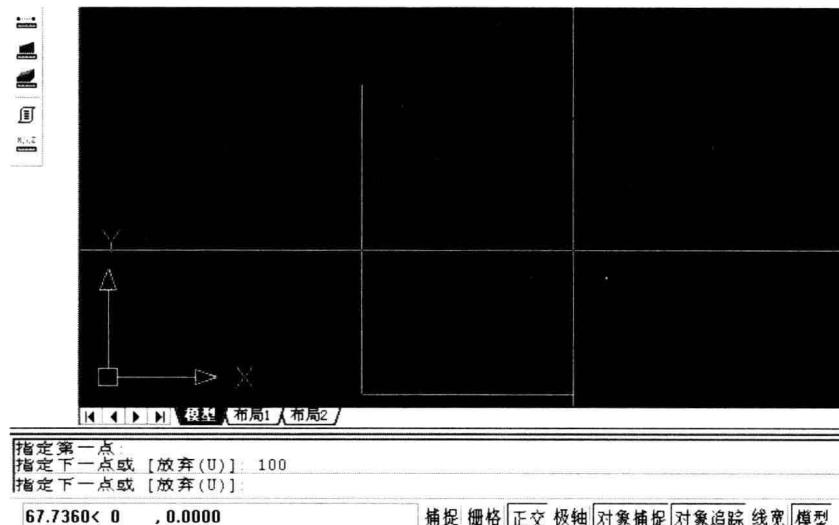

图 6-19
3.按一下键盘上的F8键,(你是不是发现你的鼠标只能垂直和水平移动了?然后在命令行里直接使用键盘上的数字键,输入100后,再次回车,将鼠标向右侧移动一点,你会发现第一段直线已经完成了。请一定按照图6-19上的样子确定你的十字光标的位置。